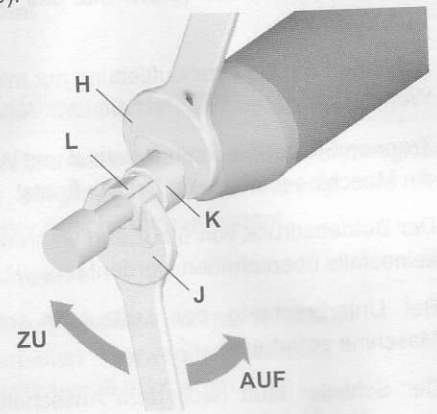

Abb. 5: Werkzeugwechsel
Mittels der im mitgelieferten Zubehör befindlichen Schlüssel (H und J) die Spindel (K) festhalten und Spannzange (L) (Rechtsgewinde) öffnen bzw. schließen (siehe Abb. 5).